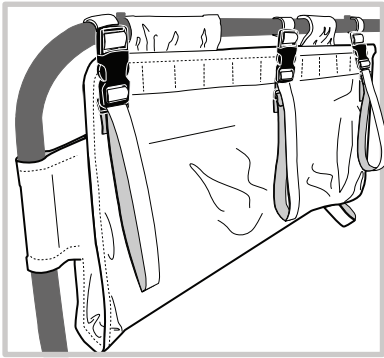

Figura 21
10. Montaggio finale (Figura 21).